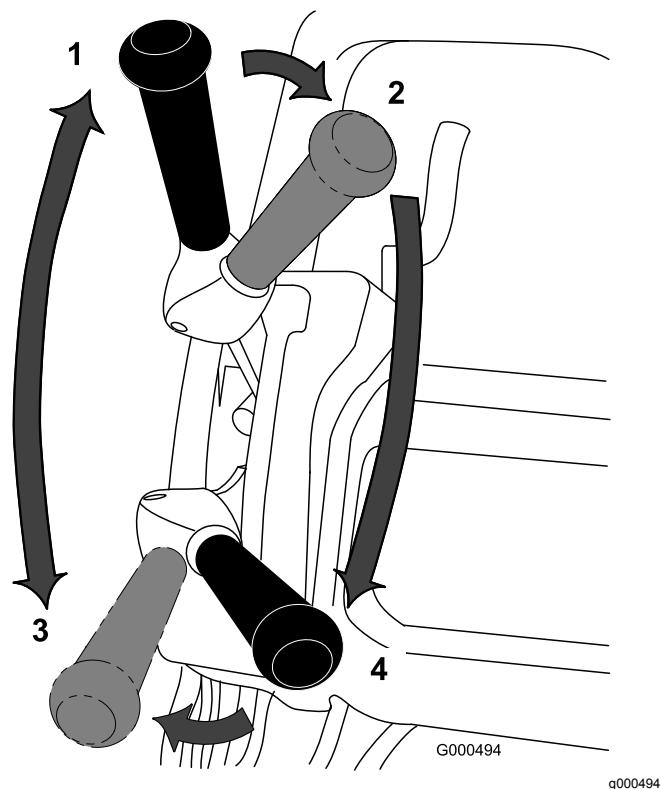

図 30
1. エンジンを始動、スロットルを下げ、ハンドルを押し下げてカッティングユニットを上げ、オペレータコントロールを握り、走行レバーを入にセットして、緑のカラー縁に入る 図 30。
2. 走行レバーを解除し、リールレバーを回転側に倒す 図 30。
3. 走行レバーを走行に入れ、スロットルで希望の走行速度に調整し緑に入ってリールを下ろし、刈り込み作業を開始する 図 30。